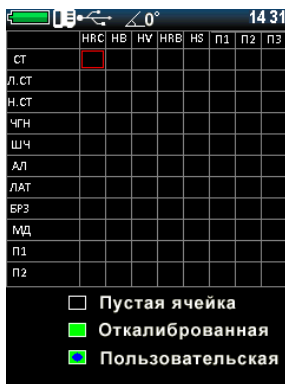

Рисунок 2.28 – Выбор ячейки для калибровки
2. С помощью клавиш навигации выберите ячейку для калибровки, например, HRC для стали (рис. 2.28).